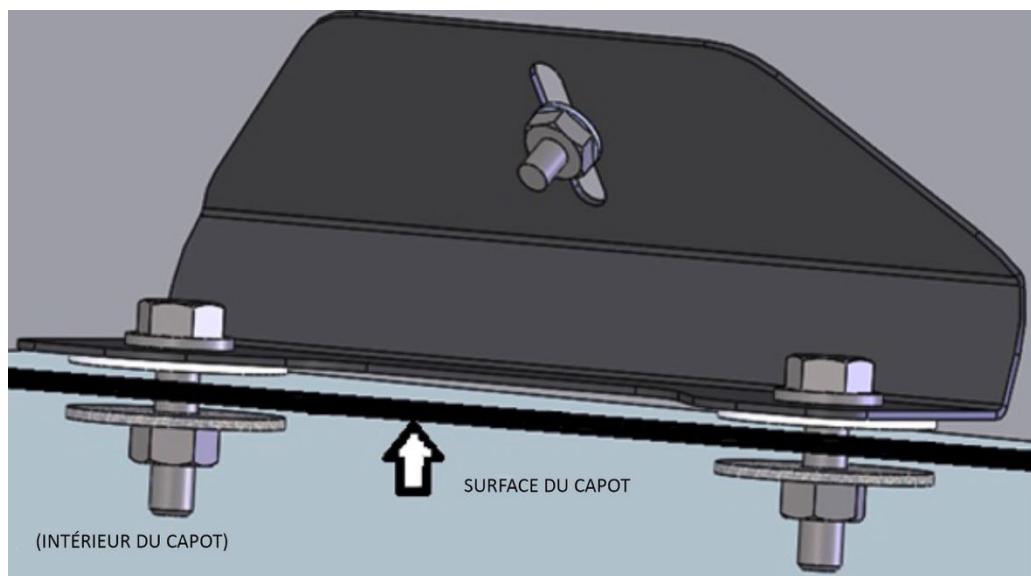

Figure 4: Quincaillerie pour l'installation des supports extérieurs
26. Installez le déflecteur d'insectes de nouveau sur le capot. Une fois toute la quincaillerie en place dans les supports d'installation, serrez les boulons. Utilisez la quincaillerie illustrée à la Figure 4 ci-dessous pour les supports extérieurs. (boulon hex 1/4-20x1" avec rondelle plate à l'extérieur, rondelle de nylon entre le support et le capot, et une large rondelle plate et un contre-écrou à l'intérieur du capot)